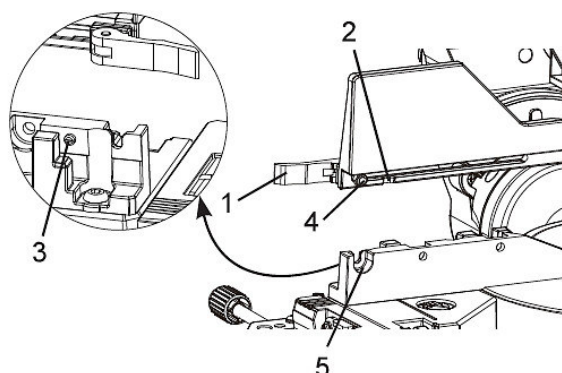

Abb. 14: Anbringen und Entfernen des Schiebean-
7.9 Anbringen und Entfernen des Schiebean- schlags (Abb. 14)
Entfernen (Abb. 14)
Anbringen (Abb. 14)